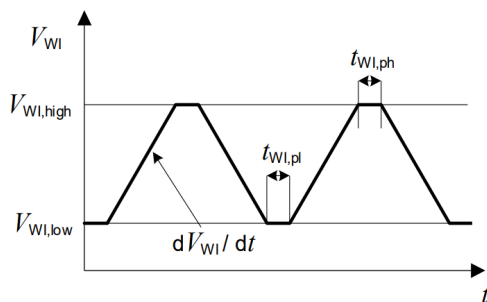

图 9 测试脉冲看门狗输入 WI
看门狗输入 WI 的上升沿触发看门狗。由于集成了高通滤波器，WI 引脚信号的幅度和斜率必须符合看门狗输入 WI中的值。所施加的测试脉冲的详细信息见图9。
1) 有关所施加测试脉冲的详细信息, 请参见图 9。